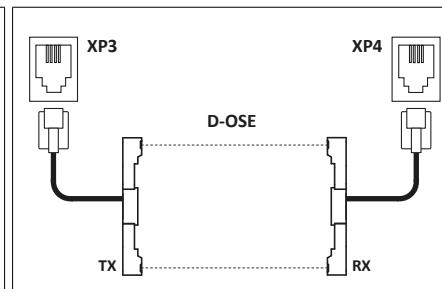

Рисунок 9 – Оптосенсоры двухлучевые D-OSE
- ON – кромка безопасности D-OSE двухлучевая (Рисунок 9)